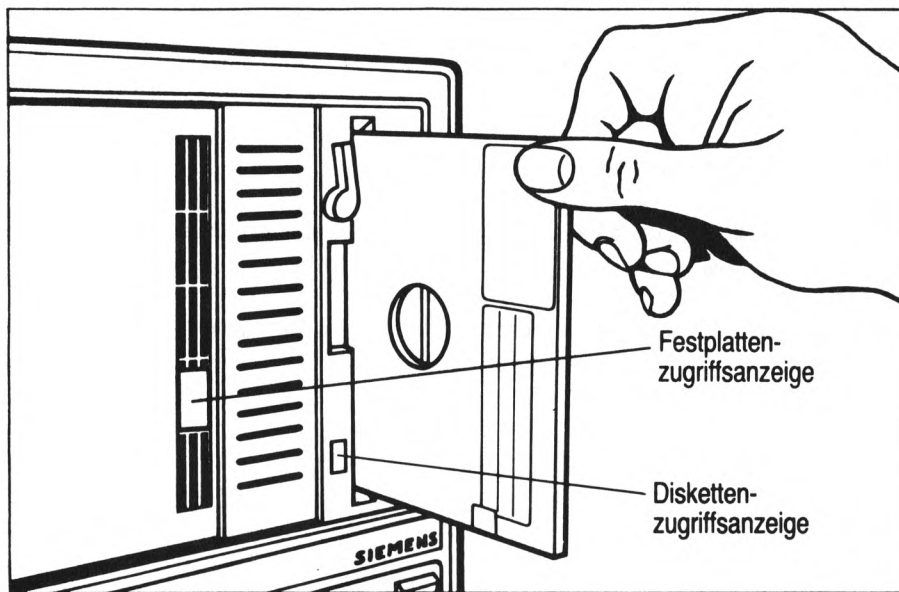

Bild 6.3
- 3.) Schalten Sie den ersten Bildschirmarbeitsplatz (Konsole) ein und schieben Sie dann sofort die Diskette SINIX0 (Etikett links oben, beim Verriegelungshebel) bis zum Anschlag in das Laufwerk. Schließen Sie die Verriegelung (Bild 6.3).